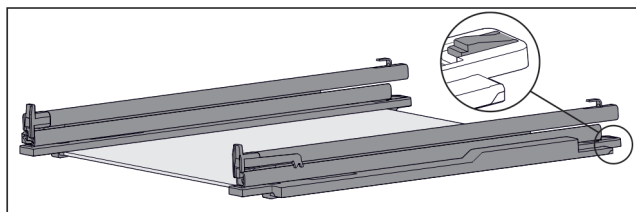

Fig. 149 Tablette en verre avec rails et pièces de retenue
- ▶ Pousser l'arrière de la pièce de retenue vers le bas (voir Fig. 149) et pousser dans le même temps le tiroir vers l'arrière.